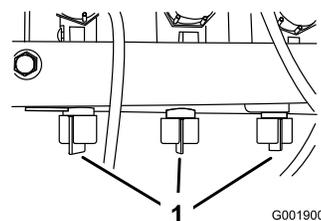

図 30
12. OFF にしたブームのバルブの下についているバイパス・バルブ(図 30)を使って、上記手順9で設定した水圧と同じ水圧に調整する。